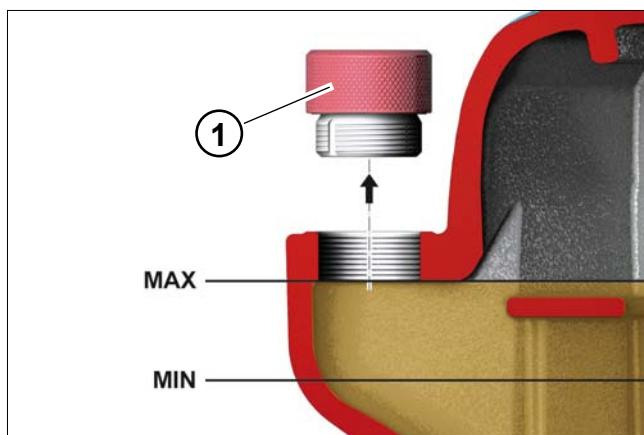

Рис. 7-1 Уровень масла выше маслозаливного отверстия (примерное изображение)
- Залейте максимальное количество масла через горловину на резервуаре сепаратора и плотно заверните пробку **1** рукой (см. рис. 7-1).